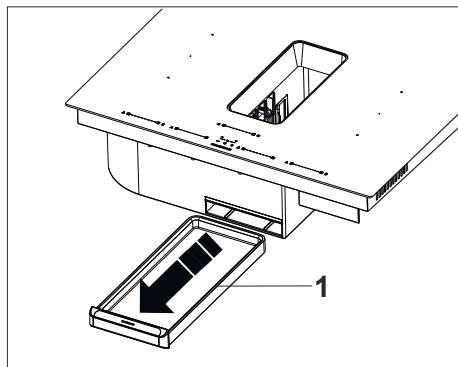

Fig. 5
1. ➔ Ta först bort vätskebehållaren (Fig. 5).